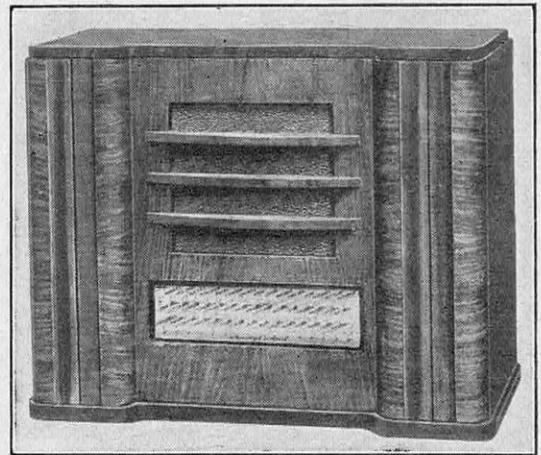

FIG. 12. — ASPECT EXTÉRIEUR D'UN RÉCEPTEUR A ACCORD AUTOMATIQUE
*Le réglage automatique.* — Rappelons, en passant, les cadrans de réglage de plus en plus pratiques et mentionnons les appareils à *réglage entièrement automatique*. Ainsi, un appareil allemand étant muni, sur sa face, d'un cadran téléphonique, il suffit de composer le numéro d'ordre du poste émetteur désiré pour accorder le récepteur. Dans un autre récepteur à réglage automatique, un certain nombre de poussoirs se trouve placé sur un petit tableau portant les noms des stations. Il suffit d'enfoncer le poussoir correspondant à la station choisie pour réaliser automatiquement l'accord désiré (fig. 12 et 13). En effet, un petit moteur entraîne l'arbre du condensateur d'accord. Cet arbre longe la rangée des boutons et porte un nombre de cames égal à celui des boutons. En enfonçant un bouton, on libère le moteur qui se met en mouvement et entraîne l'arbre à cames et le condensateur qui lui est soli-